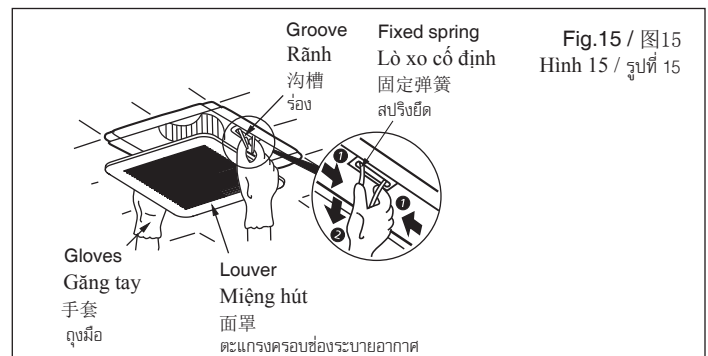

Fig.15 / 图15
- ① Remove the louver. (Fig.15)
- ① Tháo miệng hút. (Hình 15)
- ① 拆下面罩 (图15)。
- ① ถอดตะแกรงครอบช่องระบายอากาศ (รูปที่ 15)